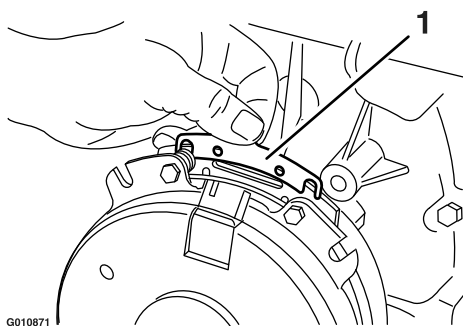

**Figura 82**
- A. Allentate entrambi i bulloni di montaggio del freno da 1/2 giro a un giro completo, come illustrato nella Figura 82.